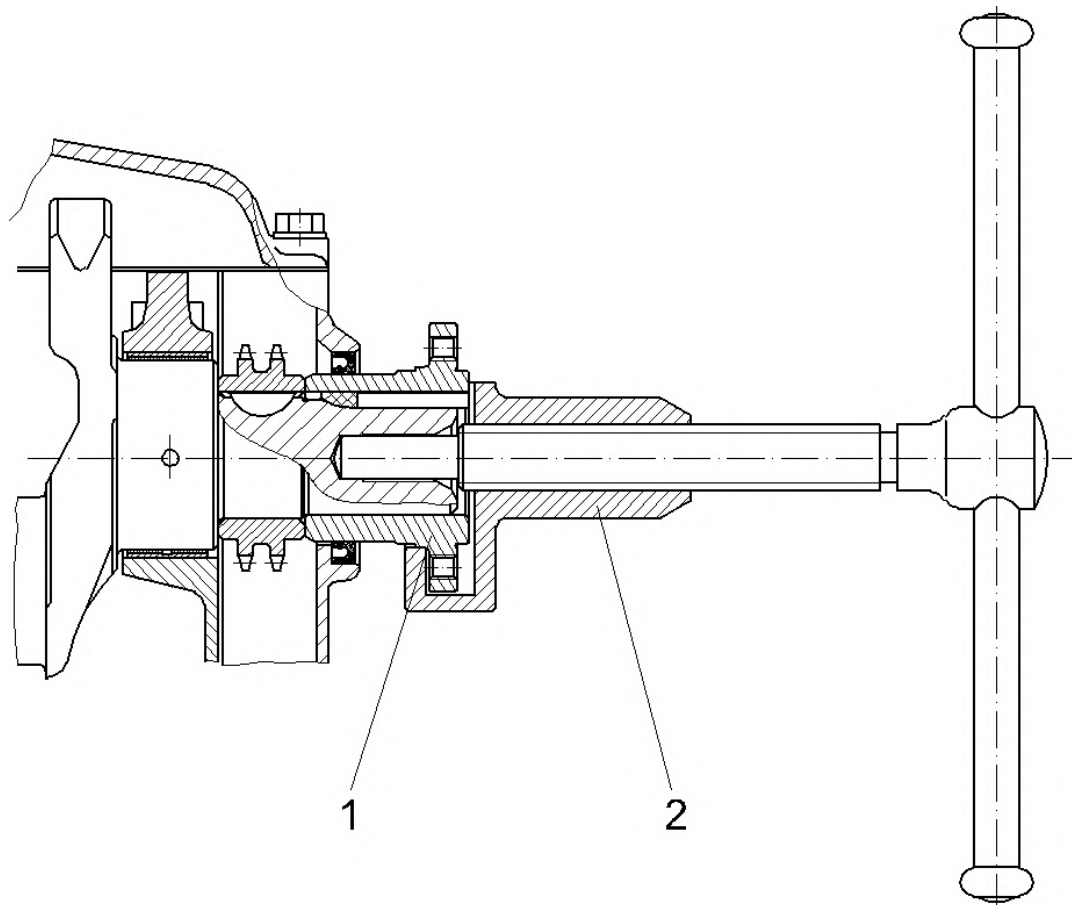

Abb. 83. Demontage der Nabe der Kurbelwellenriemenscheibe:
- Entfernen Sie die Nabe 1 der Kurbelwellenriemenscheibe mit Hilfe eines speziellen Abziehers 2 (Abb. 83) von der Kurbelwelle;